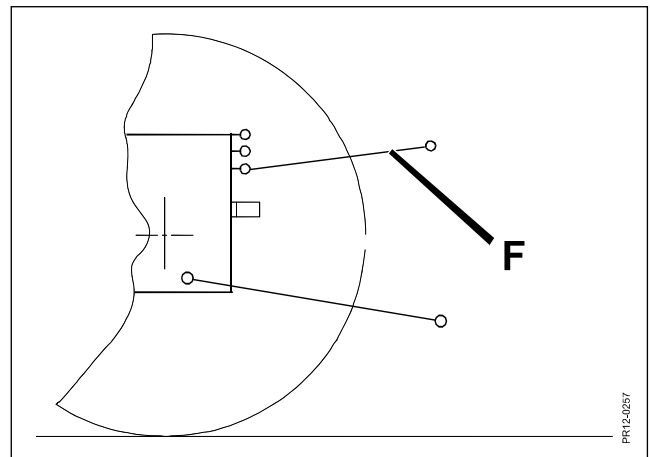

Fig. 2-13
- Fig. 2-13 4) Montér topstangen **F**. Prøv først med lav placering på traktorsiden af hensyn til senere til- og frakobling af maskinen.